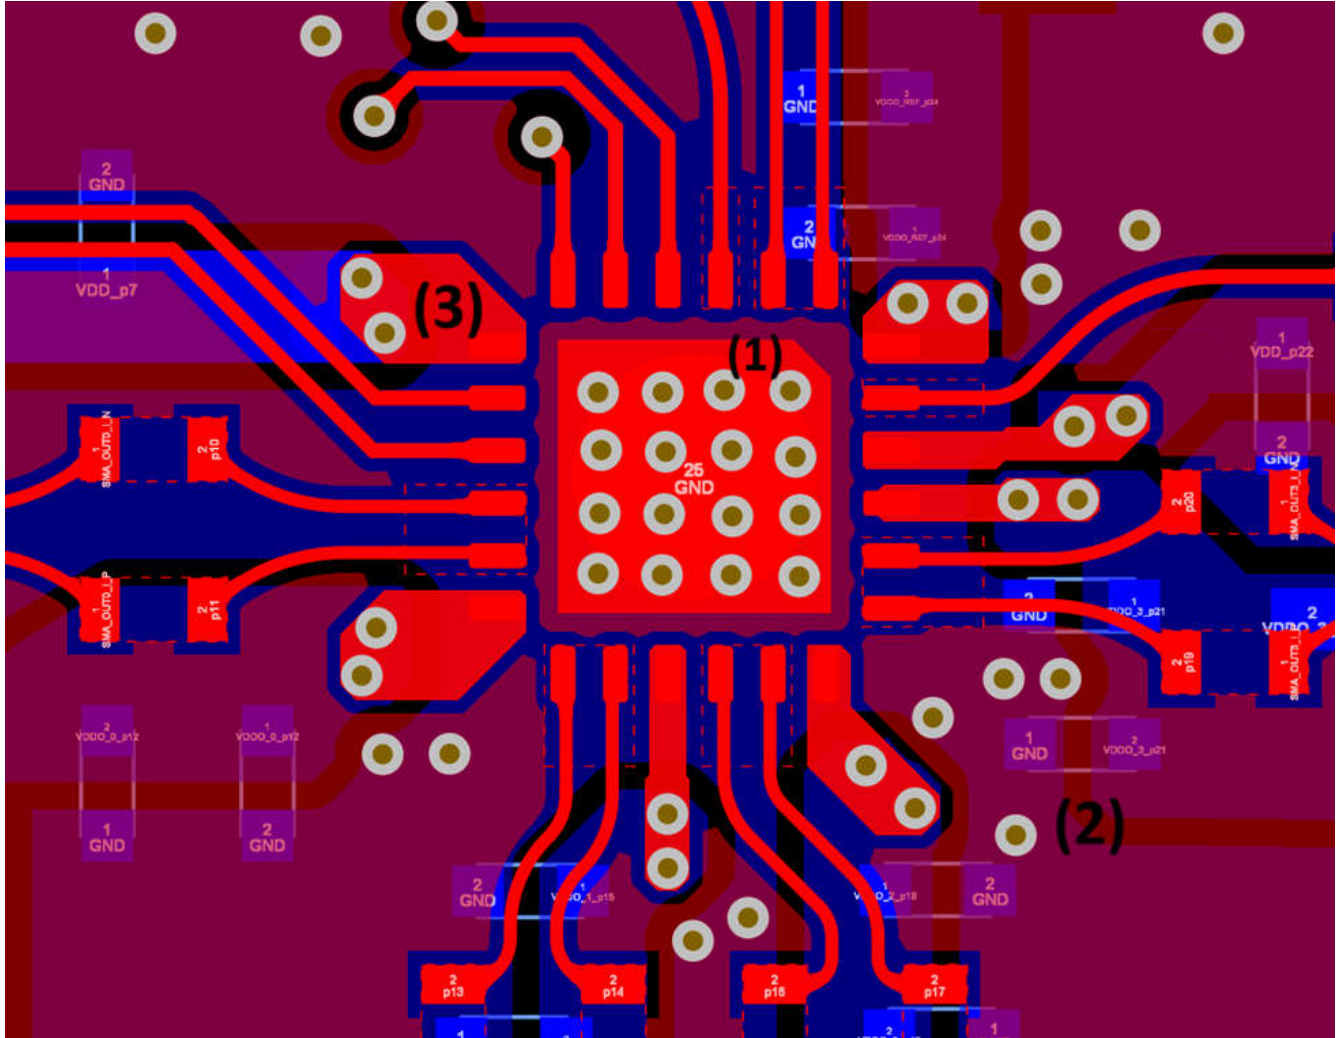

图 8-6. LMK3H2104 顶层和底层示例布局
- 对于 LMK3H2104，使用至少五个过孔将散热焊盘连接到一个实心 GND 平面。对于 LMK3H2108，使用九个过孔将散热焊盘连接到一个实心 GND 平面。最好使用全通过孔。有关示例，请参阅图 8-6 中的 (1)。
- 将具有小电容值的去耦电容器放置在非常靠近电源引脚的位置。尝试将这些电容器非常靠近地放置在同一层上或直接放置在背面上。值越大，可以放置得越远。有关示例，请参阅图 8-6 中的 (2)。
- 如果电源跨越多个层布线，请使用多个过孔跨层连接电源走线。有关示例，请参阅图 8-6 中的 (3)。